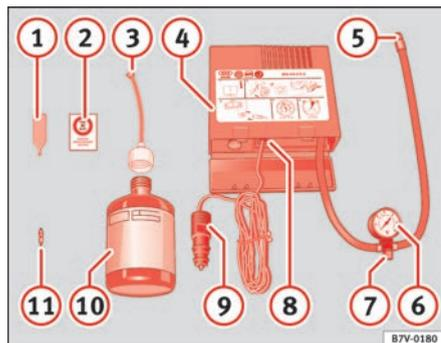

Fig. 154 Contenido kit antipinchazos
- Retire el adhesivo del kit antipinchazos ⇒ fig. 154 ② y péguelo en un lugar visible del tablero de instrumentos. ▶
⇒ página 250, fig. 154 ① y colóquelo sobre una superficie limpia.
⇒ página 250, fig. 154 ⑩ durante unos segundos. ■